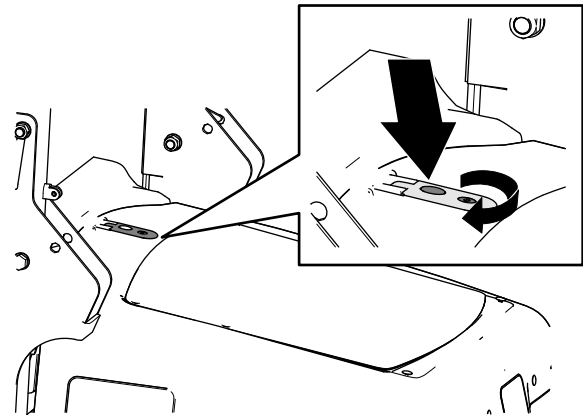
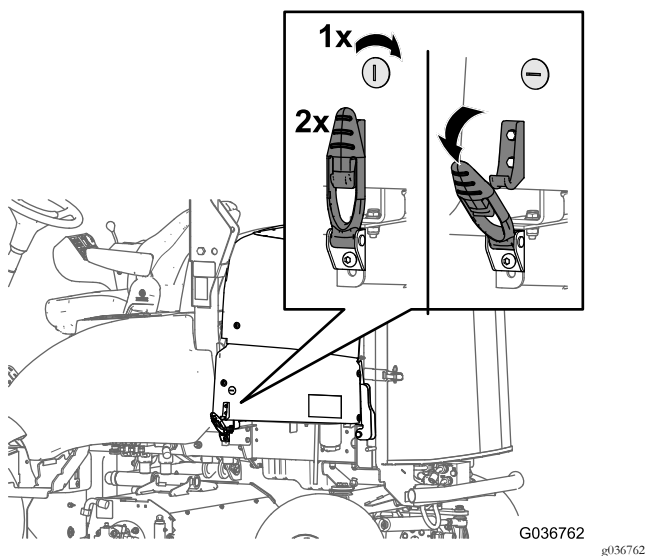

Figure 1
Figure 2
1. Insérez la clé du capot dans la serrure du capot et tournez-la de 90° dans le sens antihoraire (Figure 1 ou Figure 2).
- **Pour les machines munies d'un verrou de capot sur le haut :** appuyez sur le bouton du verrou de capot (Figure 1).
- **Pour les machines munies de verrous de capot sur le côté :** dégagez les 2 verrous de capot de leurs attaches (Figure 2).